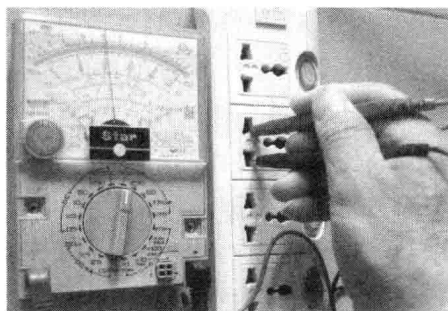

图 1-10 市电电压检测
- 3) 检测操作要用单手同时拿两支表笔（按握筷子方式，见图 1-10）。